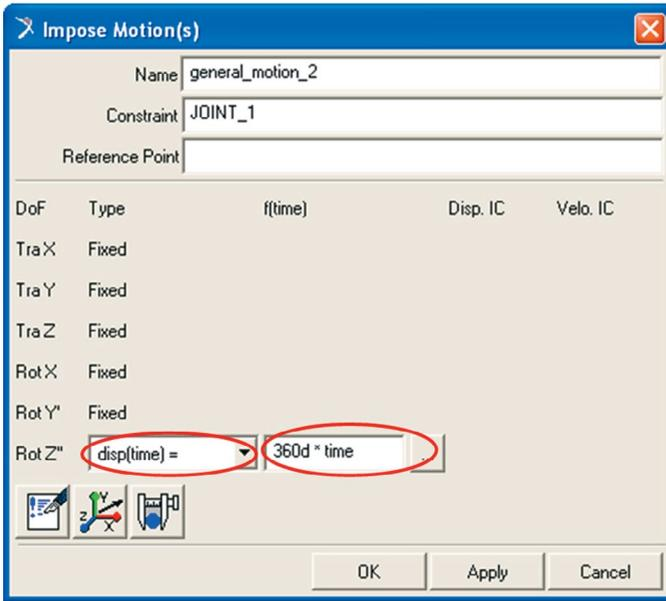

Figura 3.146 – Inserindo o valor da velocidade angular na came.
- No campo *RotZ*” selecione a opção *disp(time)=*. No campo ao lado, insira o valor: $360d*time$. A Figura 3.146 ilustra o preenchimento dessa janela.